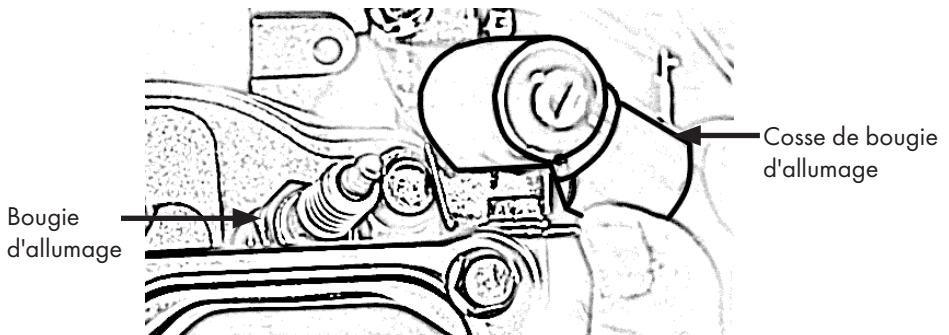

Figure 24
- Retirez la cosse de la bougie, fig. 24.